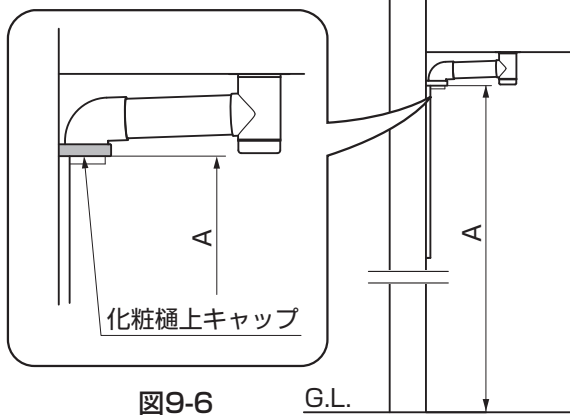

図9-6
- ① G.L.から化粧樋上キャップ下面までを実測してください。(図9-6参照)